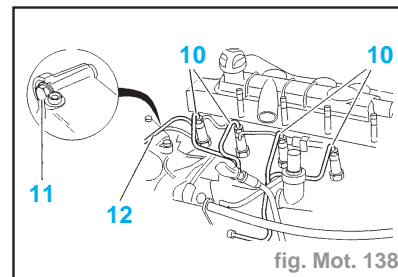

fig. Mot. 138
- Déposer (fig. Mot. 138) :
- les faisceaux haute pression (10)
- la vis (11)
- le tuyau de retour carburant (12)